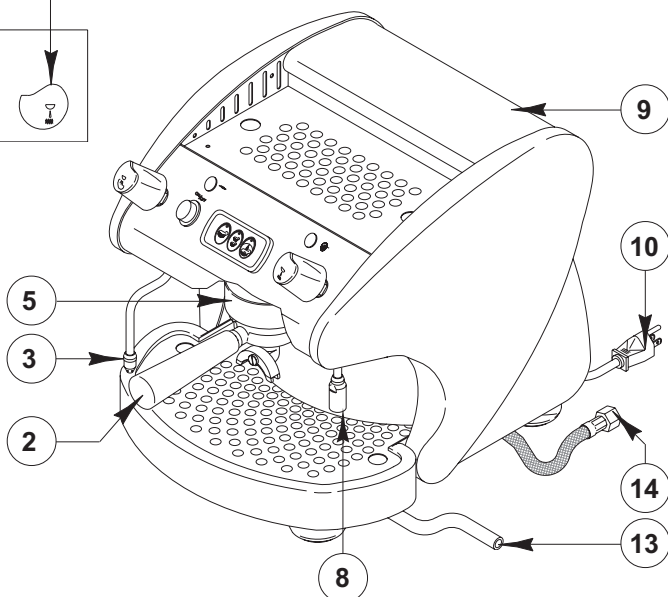

Abb. 1
Oberhalb des Maschinenanschlusses (Abb.1; pos. 14) einen Wassersperrhahn anbringen.
Das Anschlußstück für den Wassereinlaß (Abb.1; pos. 14) wird mit einem G 3/8"-Gewinde geliefert.
Einen Gummischlauch mit einem Innendurchmesser von 10 mm an das auf der Maschinengrube vorgesehene Verbindungsstück (Abb.1; pos. 13) und an einen vorher angebrachten Siphonabfluß anschließen.
Wasser in den Tanker geben, version S (Abb.1; Pos.9).
Den On/Off Schalter (Abb. 1; Pos.1) betätigen.
Um die Gruppe zu erhitzen und auf die richtige Temperatur zu bringen den Dampfablehahn (Abb. 1; Pos. 4) öffnen und 2 bis 3 Mal den Dampf in die Abflussschale ablassen.
Das Aufleuchten der grüne Kontrollleuchte (Abb. 1; Pos. 12) zeigt an, daß der Widerstand eingeschaltet ist.